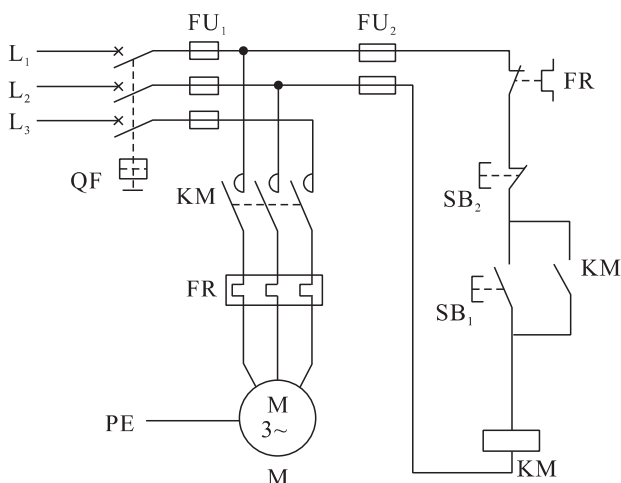

图 1-3 接触器自锁正转控制线路
(2) 根据图 1-3 所示接触器自锁正转控制电气原理图，分析工作原理。
① 接触器自锁控制具有什么特点？
② 根据图 1-3 所示的控制要求，在图 1-4 中画出电路连接线，并标出相应电气符号。